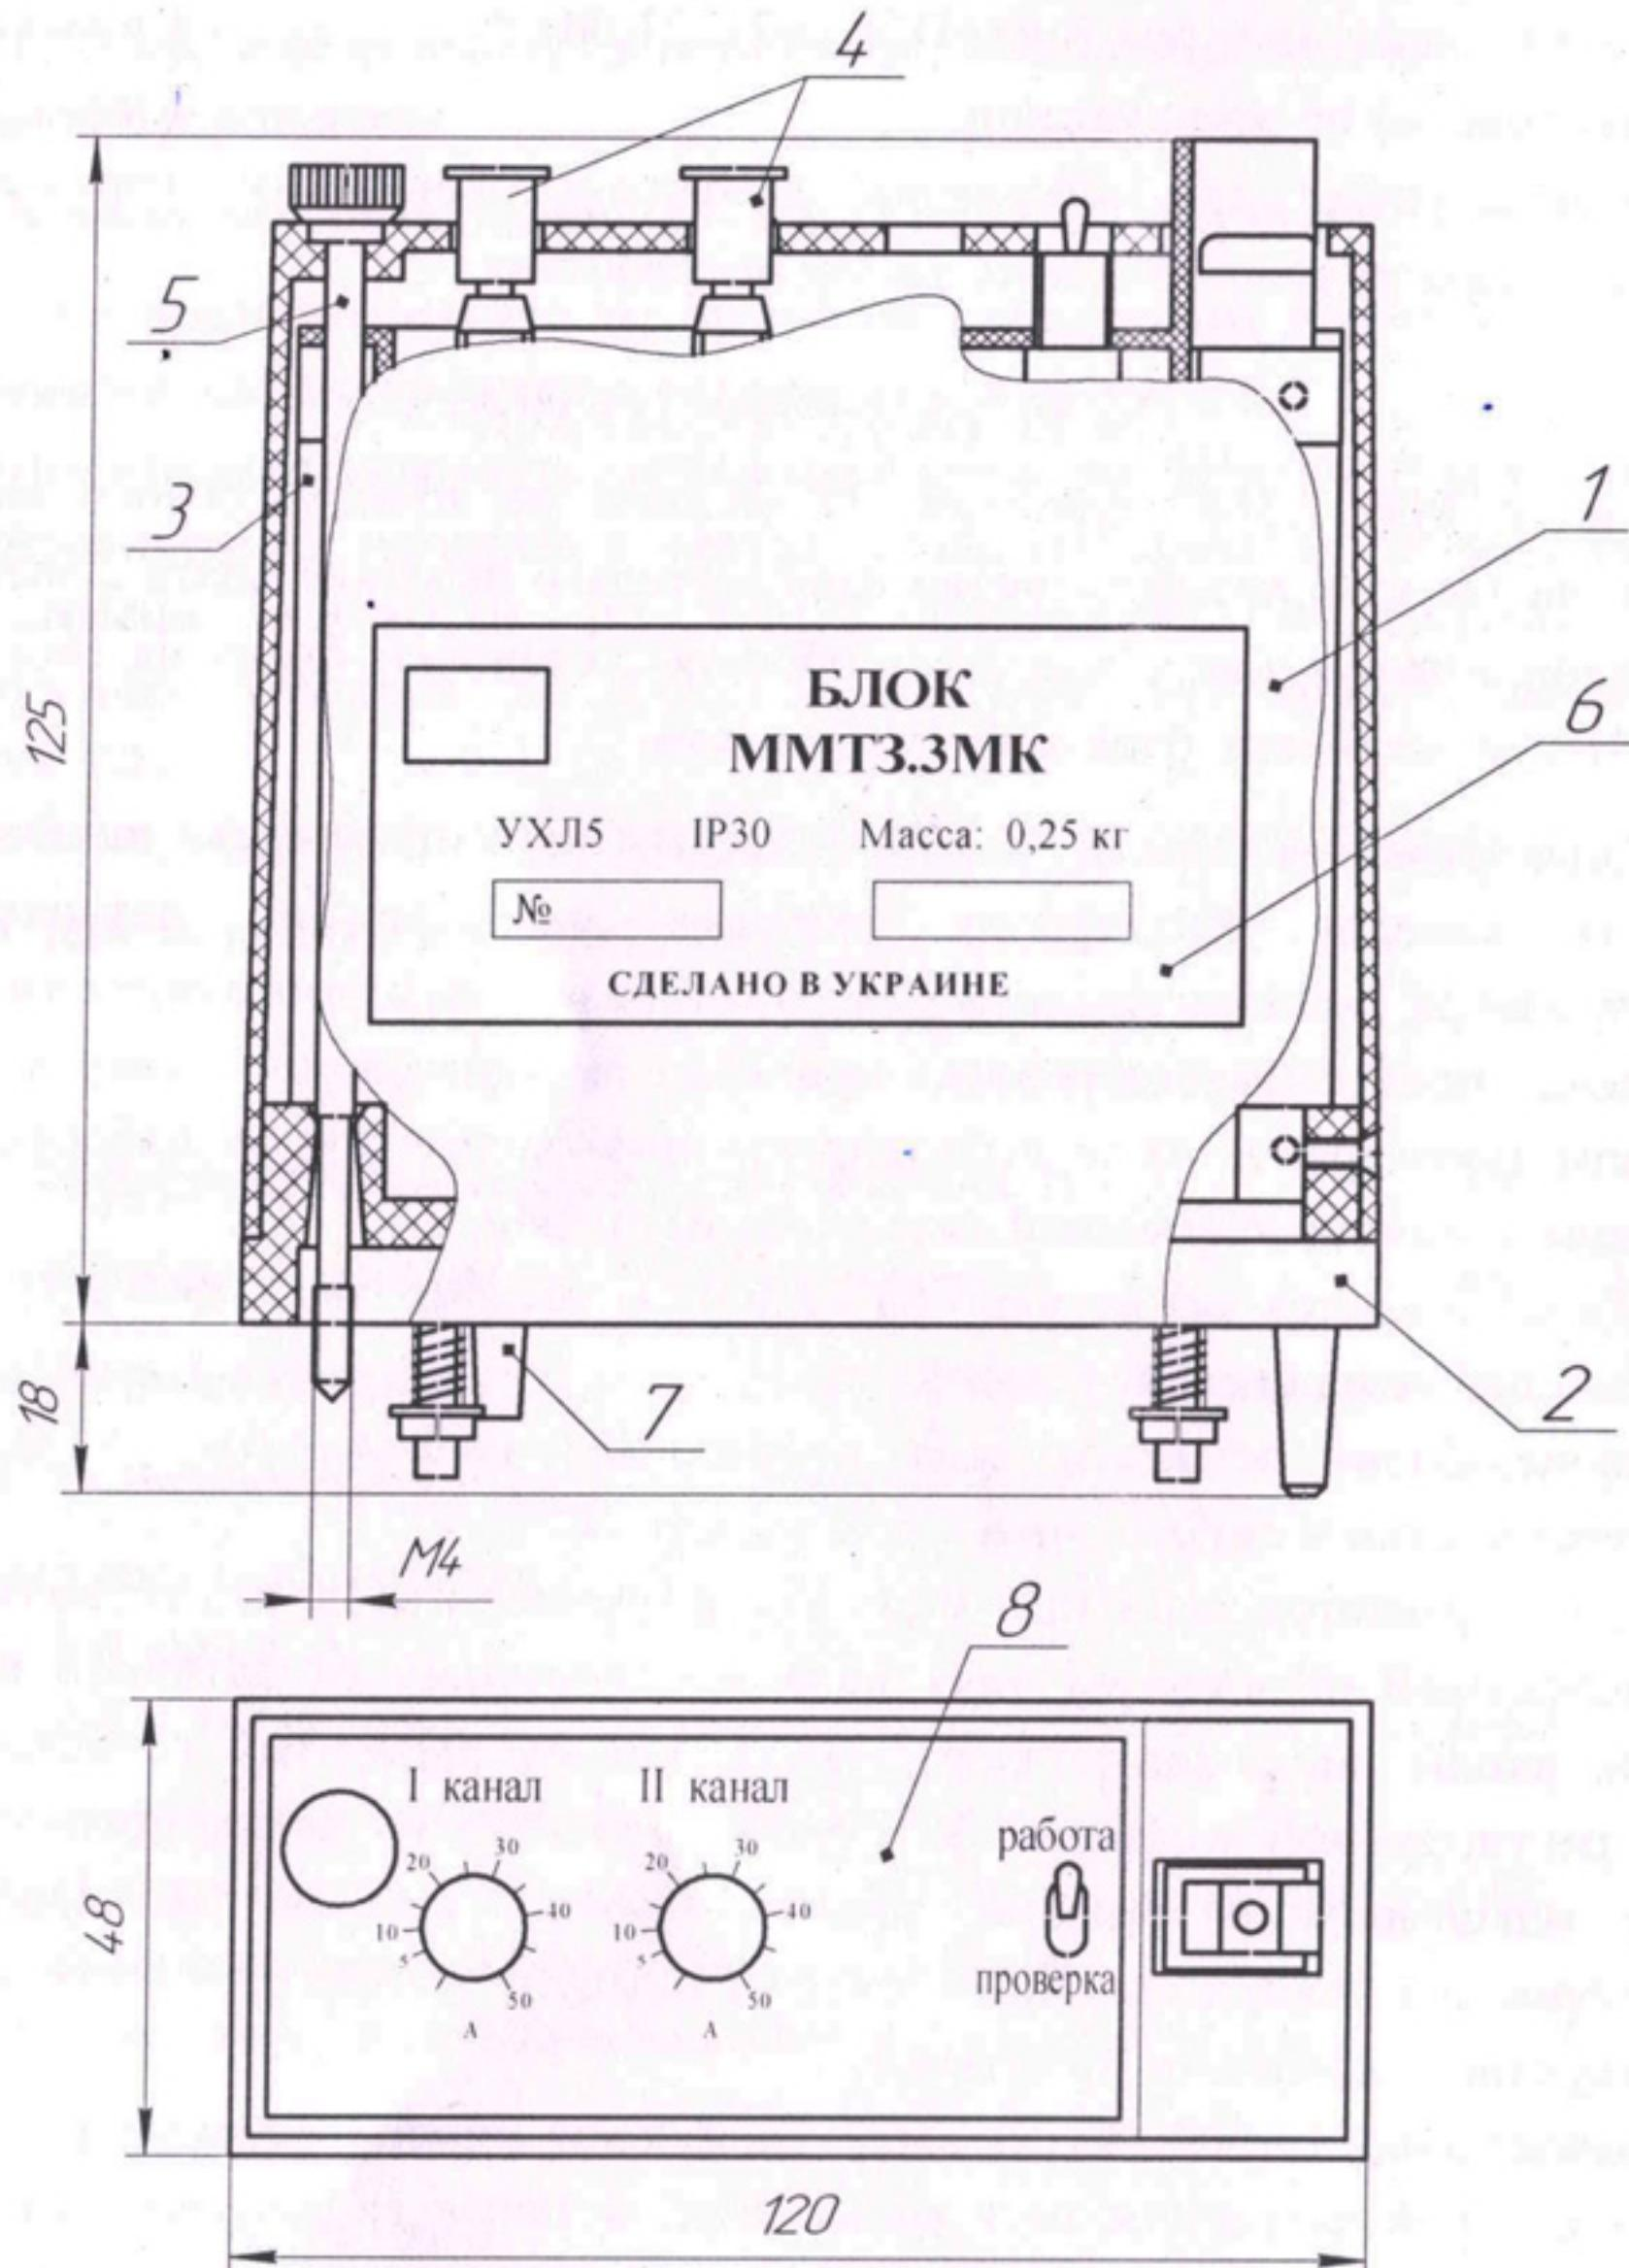

Рисунок 1 – Блок многоканальный максимальной токовой защиты
- блока ММТЗ – см. рисунок 1;
4.1 Блок ММТЗ.3МК (рисунок 1) состоит из пластмассового корпуса и основания, на котором крепится вилка соединителя и печатная плата с элементами. На основании имеется ключ для безошибочной установки блока на свое место в аппарате. После установки блок крепится винтом.